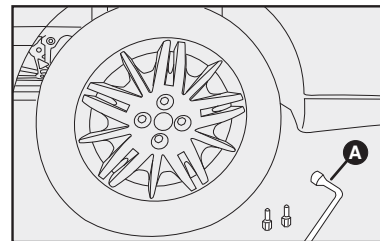

fig. 11
- Apertar os parafusos utilizando a chave de roda específica **A-fig. 11**.